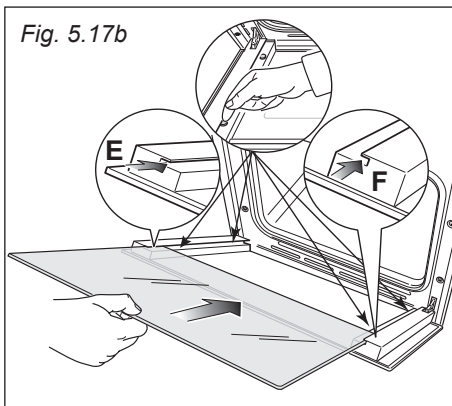
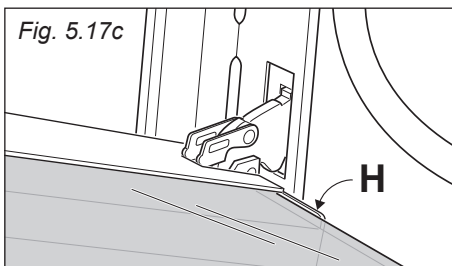

Fig. 5.17b
Fig. 5.17c
IMPORTANTE: È consigliabile, durante la rimozione del vetro, tenere premuti in posizione i 4 distanziatori "D", mediante un dito, al fine di evitare la rottura o lo sfilamento dei distanziatori stessi (fig. 5.17b).
IMPORTANTE: È consigliabile, durante l'inserimento del vetro, tenere premuti in posizione i 4 distanziatori "D", mediante un dito, al fine di evitare la rottura o lo sfilamento dei distanziatori stessi (fig. 5.17b).
- Inserire il vetro nelle guide "E" ed "F" (fig. 5.17b) e farlo scorrere dolcemente fino ai fermi "H" (fig. 5.17c).